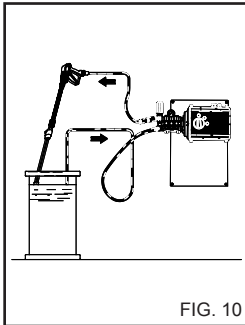

FIG. 10
**OPERACIONES PARA EL USO DE ANTICONGELANTE (fig. 10)**